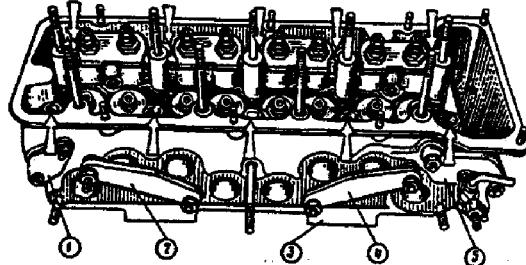

Fig. 2-52. Verificação da hermeticidade do cabeçote: 1, 2 - placas de vedação; 3 - base do dispositivo; 4 - flange com conexão para injeção de água.
- instalar nos cabeçotes as placas de vedação, constantes do dispositivo A.60334 (fig. 2-52);